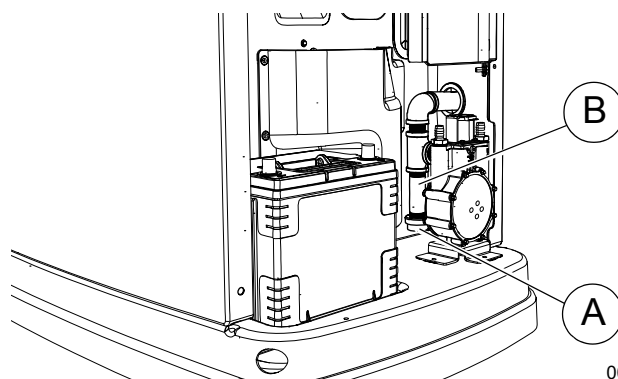

Figura 4-10. Limpieza del colector de sedimentos
3. Vea la Figura 4-10. Desenrosque y retire la tapa (A).